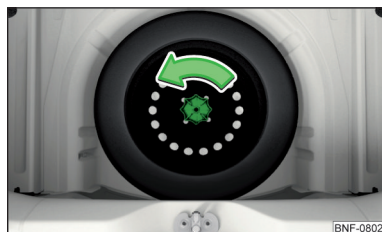

Fig. 148
- › Skru møtrikken af i pilens retning » Fig. 148, og tag hjulet ud.
- › Skru møtrikken helt på modsat pilens retning » Fig. 148.